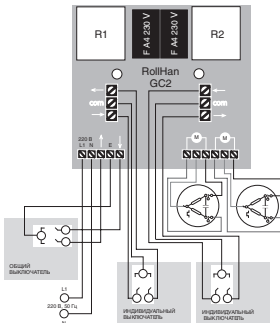

Рис. 2. Схема подключения группового управления GC2
3. Выполните электрическое подключение согласно схеме (рис. 2).
Назначение контактов (рис. 2, 3)